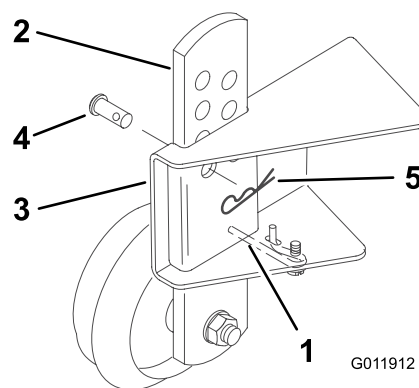

Figura 4
5. Desvíe el muelle antitraqueo, deslice la placa de ajuste de la rueda niveladora en el soporte de la rueda del cortacésped, y fíjela con el pasador y la chaveta (Figura 4).